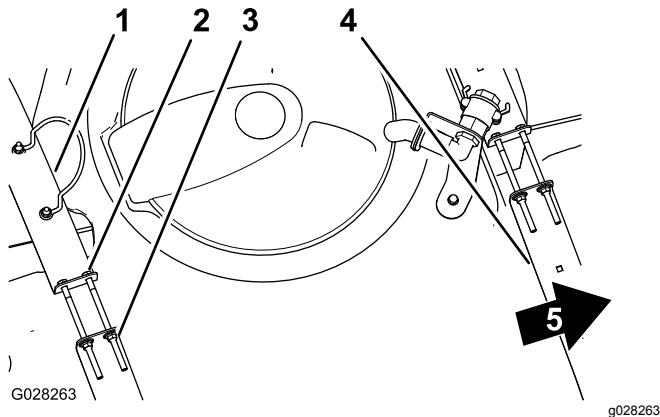

Bild 21
2. Prüfen Sie, ob Sie zwischen den Behälterriemen und dem Behälter eine Bewegung feststellen können (Bild 21).
3. Wenn die Behälterriemen lose am Behälter angebracht sind, ziehen Sie die Sicherungsbundmutter und Schrauben oben an den Riemen an, bis sie mit der Behälteroberfläche bündig sind (Bild 21).